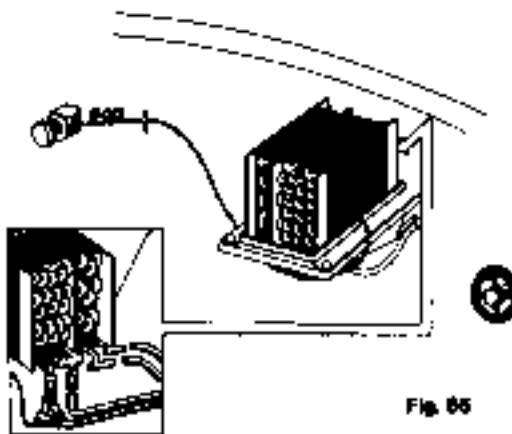

Fig. 65
1. Remontez l'évaporateur F sans le circuit d'eau du bulbe dans le serpentin du refroidisseur. Retirez la grille de l'évaporateur (fig. 65).
1. Remontez l'évaporateur F sous le tablier de bord après avoir enfilé le bulbe du serpentin du refroidisseur dans les mailles de l'évaporateur (fig. 65).
1. Put the evaporator F back to the dashboard after first positioning the bulb of the coil of the refrigeration system & between the meshes of the evaporator (fig. 65).